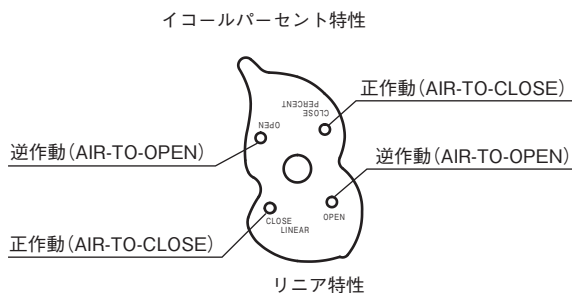

図 5-13 カム
- c) 図5-13を参照して、操作器作動とカム特性に応じたカムの合わせ穴を選び、指針のボスにはめ込みます。